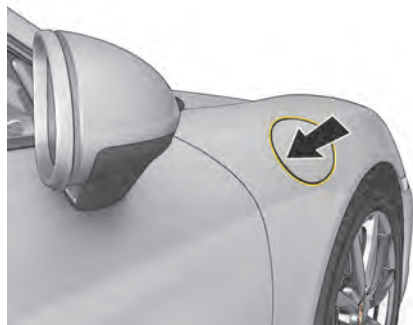

Fig 184 : Ouverture de la trappe du réservoir
1. Pour ouvrir la trappe du réservoir, appuyez sur la partie arrière de la trappe (Fig. 184).